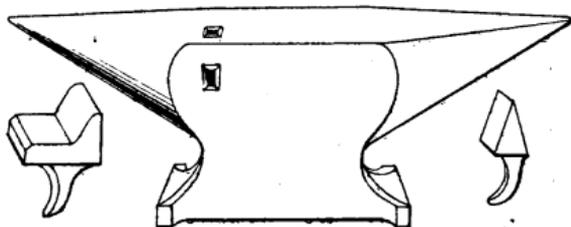

Fig. 190.
**Enclume** (fig. 190). — Outil en fer avec parties aciérées sur lesquelles le forgeron façonne les pièces à chaud. On distingue la partie médiane